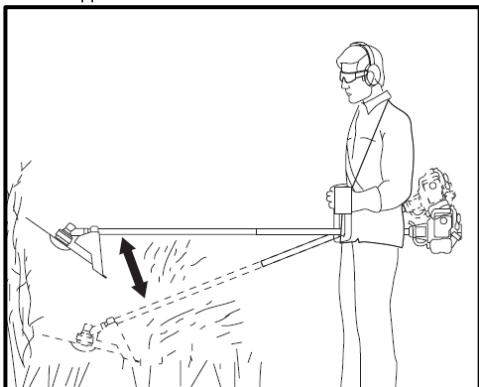

Рис. 47
- При розчищенні території від очерету, заростей бур'яну та чагарнику із діаметром стебла не більше 20 мм використовуйте ріжучий ніж 40Т, 3Т, 4Т. Зрізайте очерет і чагарник невеликими частинами зверху вниз, як зображено на Рис. 47. Використання мотокози для зрізання чагарнику, який має товщину стебла більше ніж 20 мм, може призвести до травмування користувача та/або пошкодження мотокози.